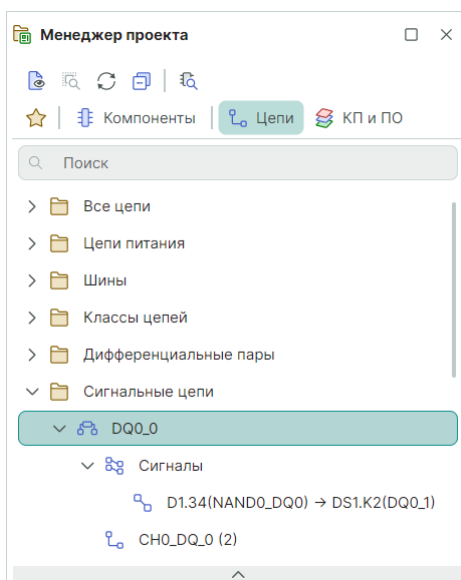

Рис. 149 Отображение сигналов в панели «Менеджер проекта»
8. Созданный сигнал или созданные сигналы будут отображаться в составе сигнальной цепи в панели «Менеджер проекта» → «Цепи» → «Сигнальные цепи» → «Сигналы», см. Рис. 149.